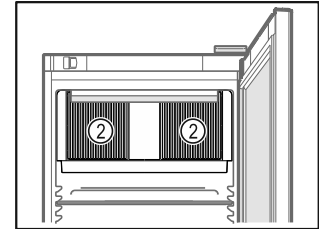

Fig. 72
- Oslobodite ventilacijske proreze Fig. 72 (2) za ventilator optoćnog zraka u unutrašnjosti.